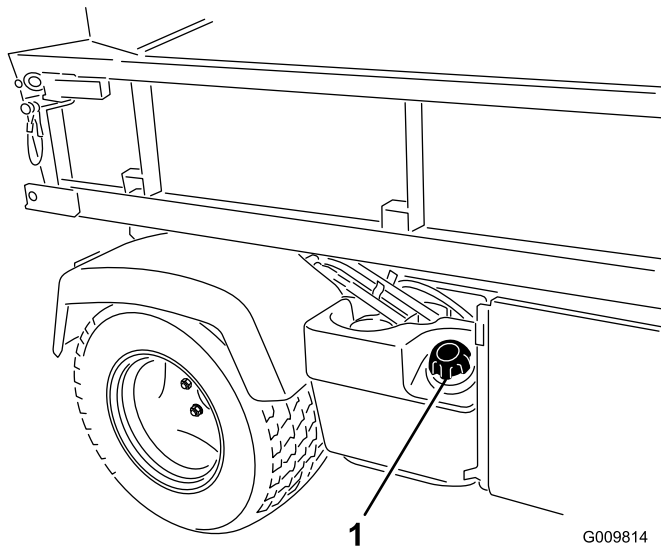

図 28
1. 燃料タンクのキャップ 図 28 の周囲をきれいに拭く。
2. 燃料タンクのキャップを取る 図 28。